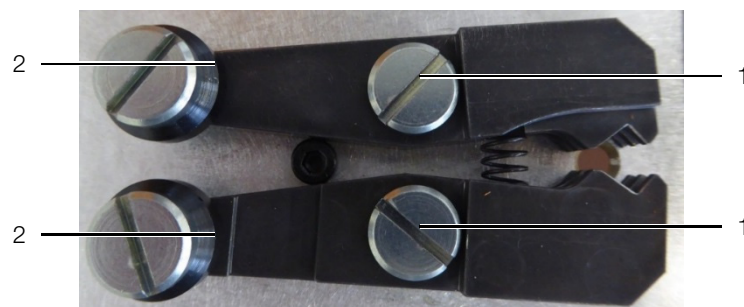

Fig. 17: Tenaglie di bloccaggio del filo
- Lubrificare le tenaglie di bloccaggio del filo nei punti di rotazione (fig. 17, pos. 1) e nelle aree di contatto (fig. 17, pos. 2) dei rulli.